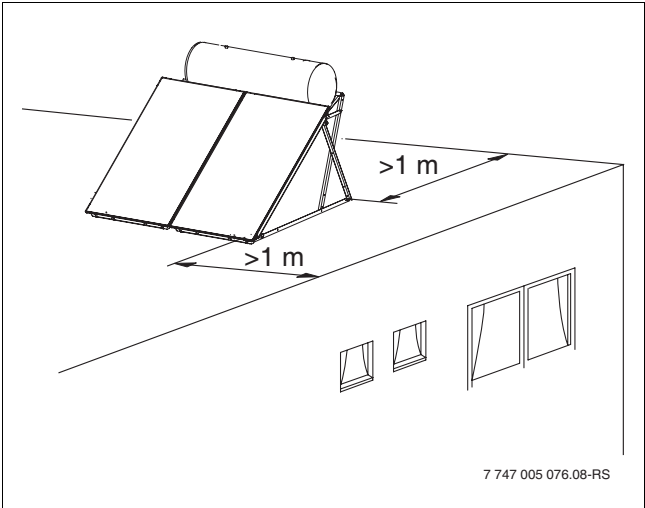

Fig. 8 Distancia desde el borde del tejado (aquí sistema de 300 l)
► Antes del montaje debe asegurarse que entre el soporte para cubierta plana y el borde del tejado haya un metro de distancia como mínimo (→ Fig. 8).